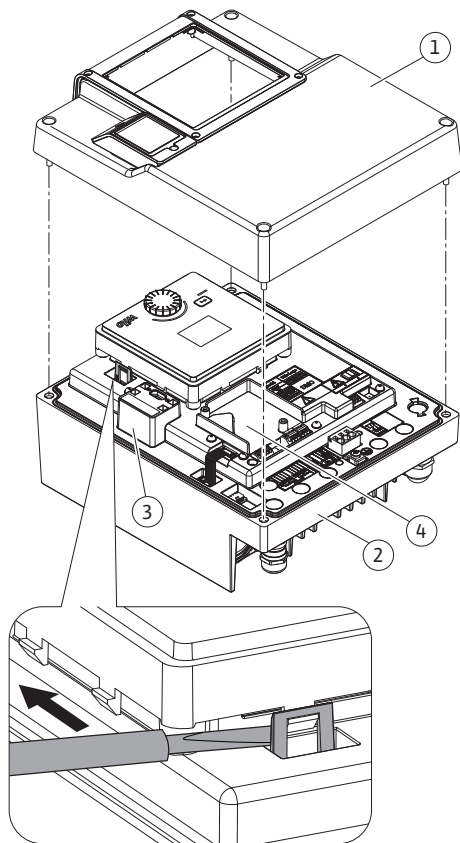

Fig. 26: Modulo elettronico
I moduli CIF (accessori) servono alla comunicazione tra le pompe e il sistema di controllo dell'edificio. I moduli CIF sono inseriti nel modulo elettronico (Fig. 26, pos. 4).